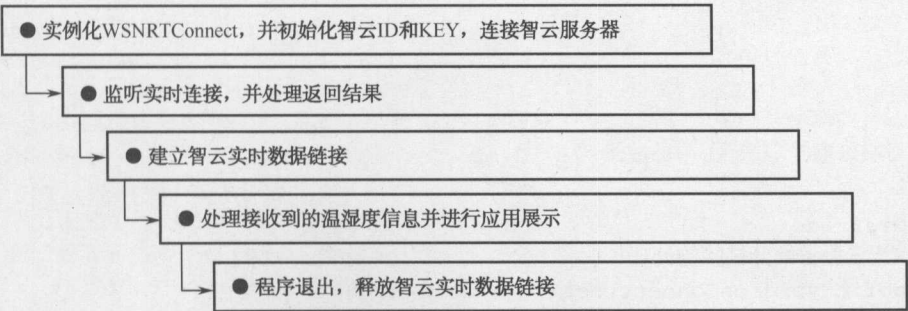

图 3.9 Android 应用程序逻辑
(2) 程序业务流程分析。根据 2.1 节智云 Android 应用编程接口定义，远程温湿度的应用设计主要采用实时数据 API 接口，程序流程如图 3.9 所示。